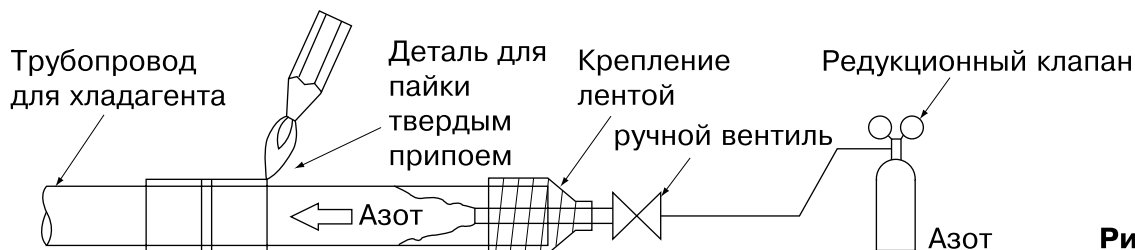

Рис. 14
2. Если пайка выполняется одновременно с подачей в трубопровод азота, азот необходимо довести с помощью редукционного клапана до 0,02 МПа. (См. рис. 14)